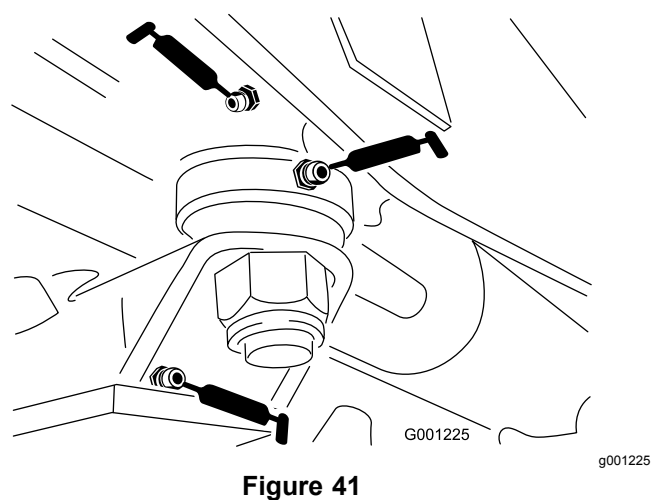

Figure 41
- Bagues de plaque de direction (Figure 41)
- Bague d'axe de fusée (Figure 41)